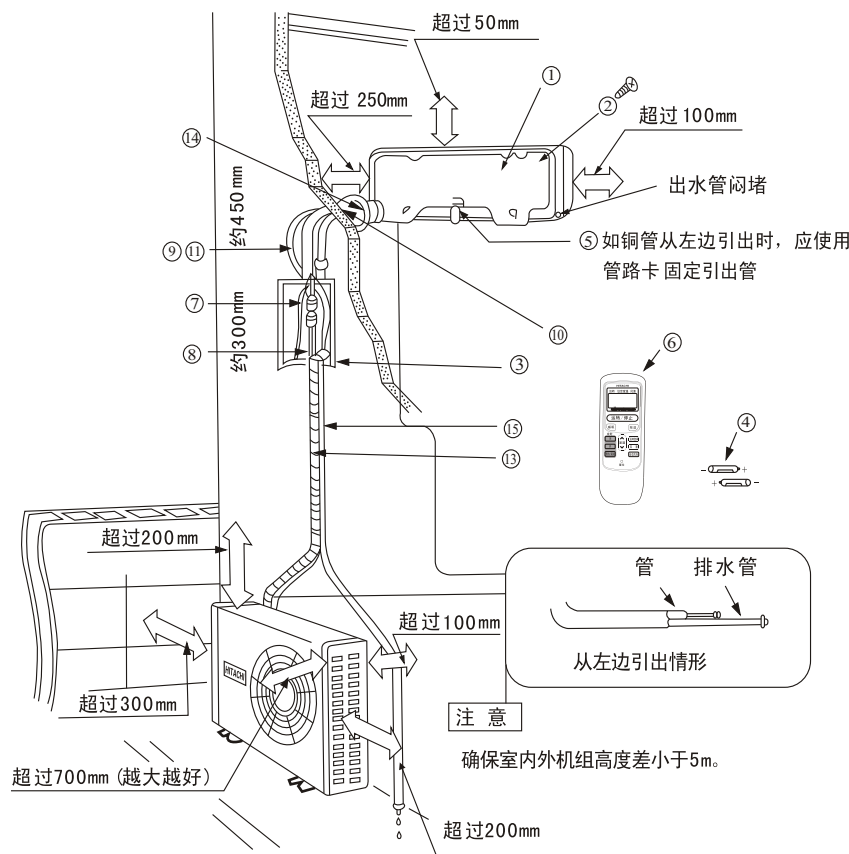

图 1
- (1) 为了便于修理,室内机组旁边应如图1般保留空间。
- (1) 室外机组的安装必须保留大于如图1所示距离，并尽可能远离障碍物，避免障碍物妨碍通风系统。
- (2) 尽量安装于房屋的东或北方。如装于南或西方是无可避免时,应有遮盖物遮盖。
- (3) 最好不要安装在污秽或雨淋的地方。
- (4) 尽量靠近室内机组安装。
- 1 示图1是管道后出连接安装成形。
2 根据总装示图1结合对应附件按要求牢固安装。